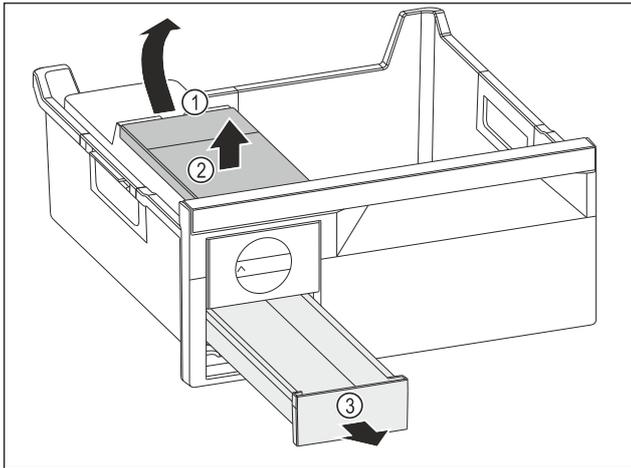

Fig. 211
- ▶ Wassertank entnehmen: Wassertank an der Ausparung Fig. 211 (1) anheben.
- ▶ Wassertank Fig. 211 (2) nach oben entnehmen.
- ▶ Eiswürfelschubfach Fig. 211 (3) nach vorne entnehmen.